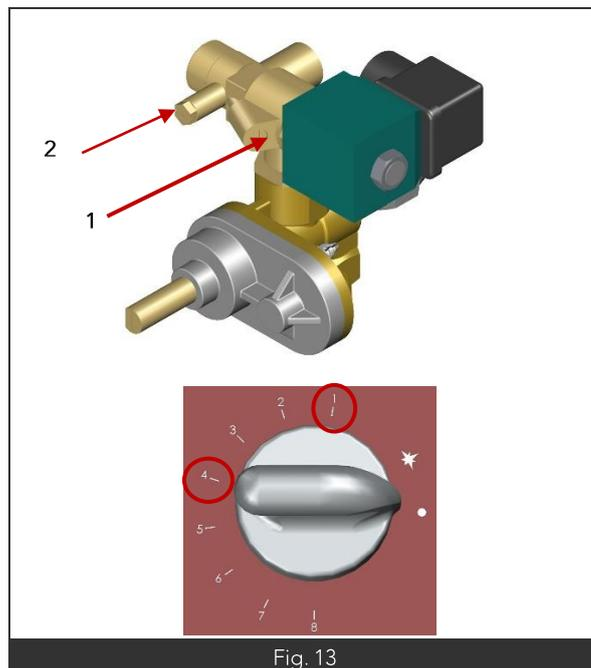

Fig. 13
- La pression peut être mesurée sur la prise de pression (Fig13 Rep2)